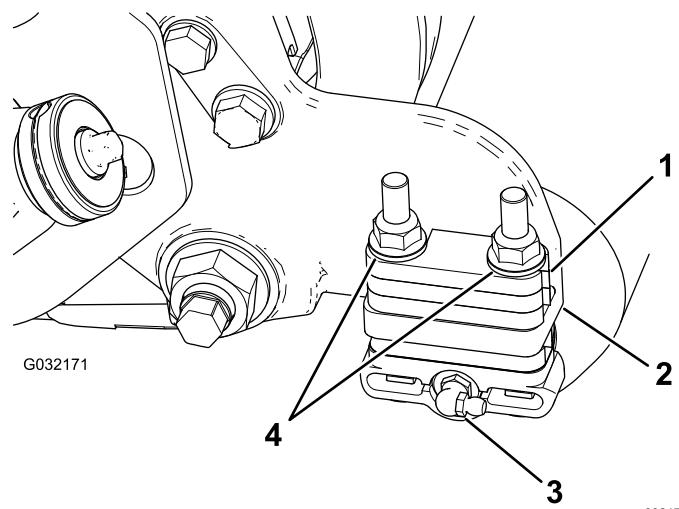

Figura 3
- Rimuovete il raccordo d'ingrassaggio per il rullo dal lato dell'elemento di taglio provvisto di alloggiamento della spazzola per rullo (Figura 3).
situati sulla parte superiore della flangia di montaggio della piastra laterale (Figura 3).